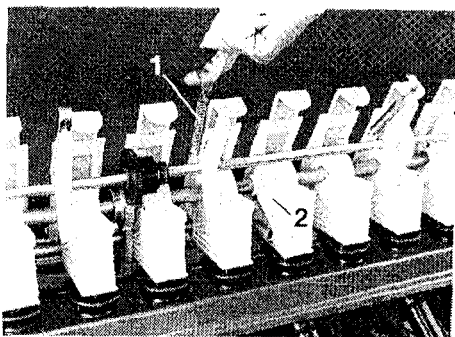

Fig. 95a
- Die Vorgelegewelle der Särad-Fahrgassenschaltung (falls vorhanden) wird nach dem Lösen der Zugfedern (Fig. 95a/1) mit den Schwenklagern heruntergeklappt.
- Die Drucklager (Fig. 95a/2) nach dem Entspannen der Zugfedern abnehmen.